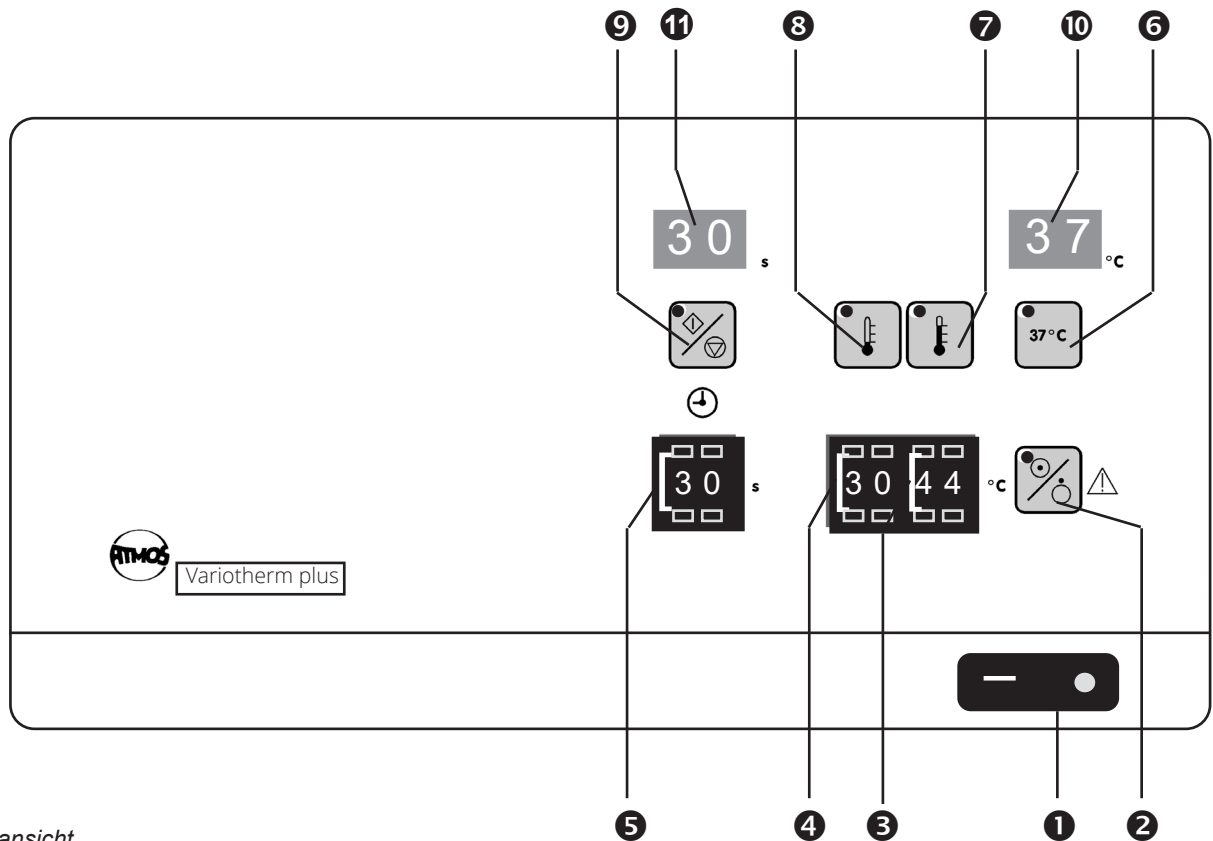

Bild 1. Frontansicht
- Gerät einschalten (1, Bild 1).
- Temperatureinstellung per Codierschalter (⑤, ④, Bild 1).
- Zur Selektion der gewünschten Temperaturstufe drücken Sie die jeweilige Taste (⑥, ⑦, ⑧, Bild 1).
- Mittels Codierschalter (⑤, Bild 1).